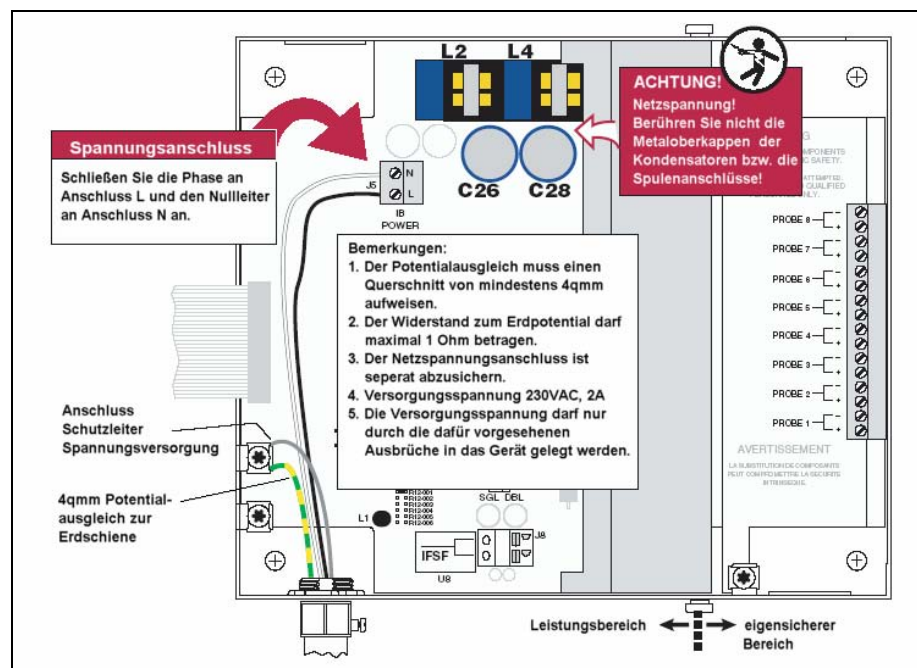

Abb. 2: Der Spannungsanschluss
2. Schließen Sie die Spannungsversorgung wie in Abb. 2 gezeigt an.